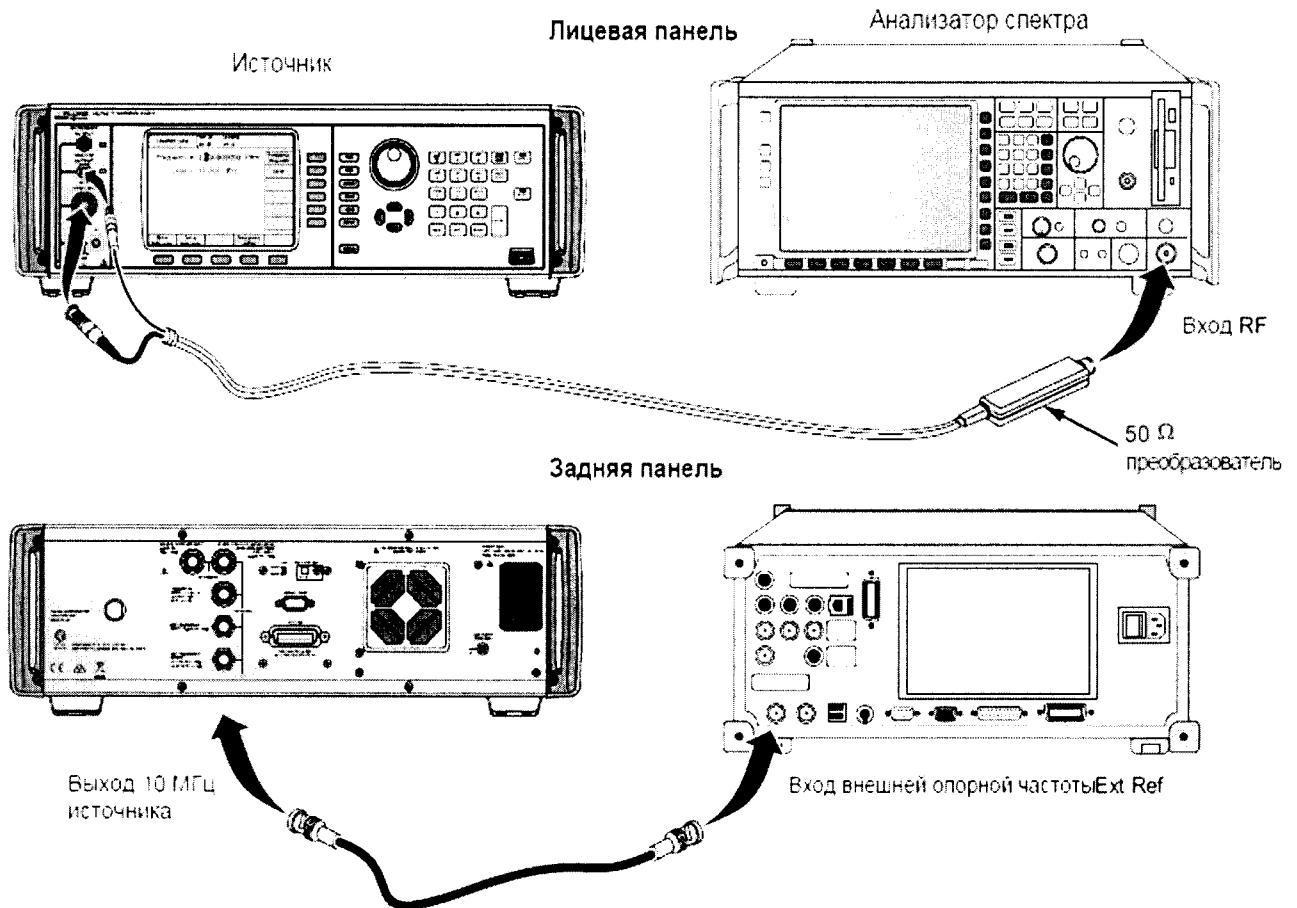

Рисунок 3.
8.6.2 Соединить выход REF FREQUENCY OUTPUT на задней панели источника со входом Ext Ref In на задней панели анализатора спектра (рисунок 3).